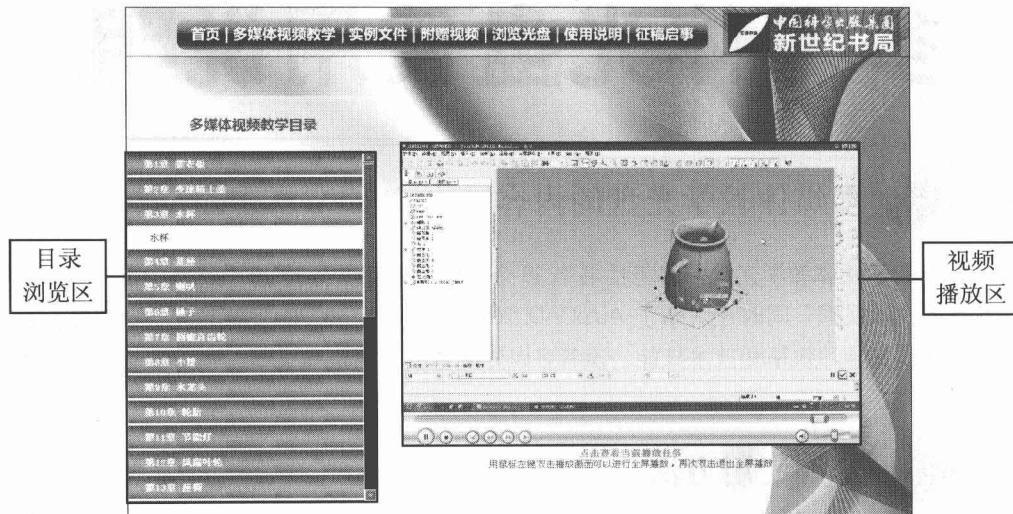
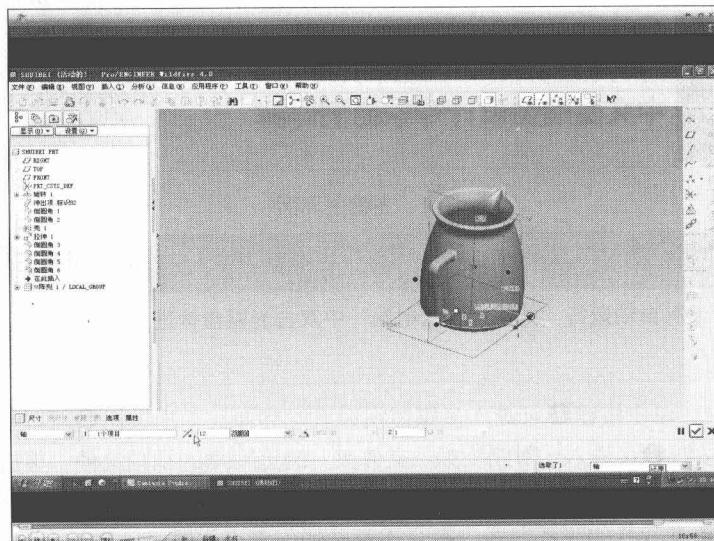

图 2 多媒体视频教学界面
图 3 全屏播放界面
容，对应的视频文件将在“视频播放区”中播放，如图 2 所示。如果不能正常播放视频，请单击图 1 中的按钮⑦，以安装视频播放插件。
单击图 2 中部分视频文件链接时，由于视频文件大小、浏览器类型及浏览器设置等因素，对应的视频文件可能在新选项卡或新窗口中打开。
4. 单击“视频播放区”中控制条上的按钮可以控制视频的播放，如暂停、快进；双击播放画面可以全屏幕播放视频，如图 3 所示；再次双击全屏幕播放的视频可以回到如图 2 所示的播放模式。